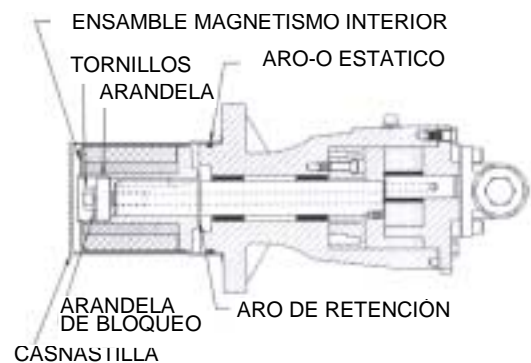

FIGURA 17
3. Inserte una barra de cobre por el puerto entre los dos dientes del rotor y afloje el tornillo que sujeta el imán interior al eje (**Ver Figura 17**). Haga deslizar la arandela, la arandela de sujeción y el imán interior para sacarlos del eje. No olvide que se trata de un magnetismo muy fuerte. Si necesita desmontar la bomba, retire el segundo aro de retención externo.